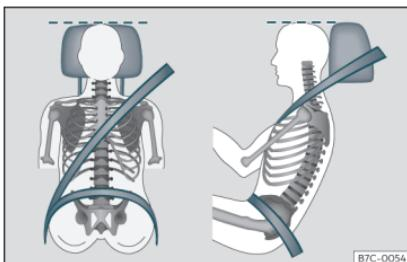

Fig. 7 Banda del cinturón y apoyacabezas ajustados correctamente.
- Ajuste el apoyacabezas de modo que el borde superior quede, en la medida de lo posible, a la altura de la parte superior de la cabeza, en ningún caso por debajo de los ojos. Mantenga la nuca lo más cerca posible del apoyacabezas »» **fig. 7**.